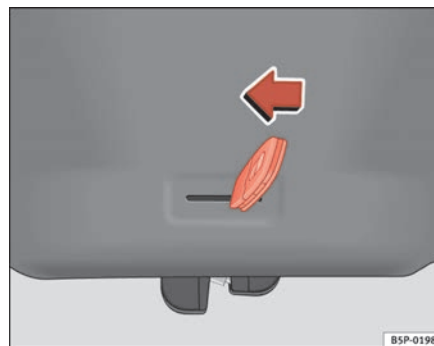

Fig. 47 Portellone posteriore: apertura di emergenza
- Inserire l'ingegno della chiave nella fessura e sbloccare il dispositivo di chiusura girando la chiave da destra verso sinistra, come indicato dalla freccia ⇒ **fig. 47. ■**